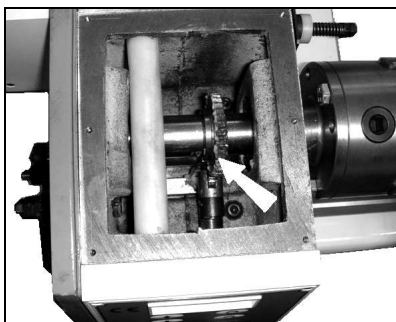

Fig 21
- 12...Graisser légèrement les roues dentées du corps de poupée fixe (Fig 21)